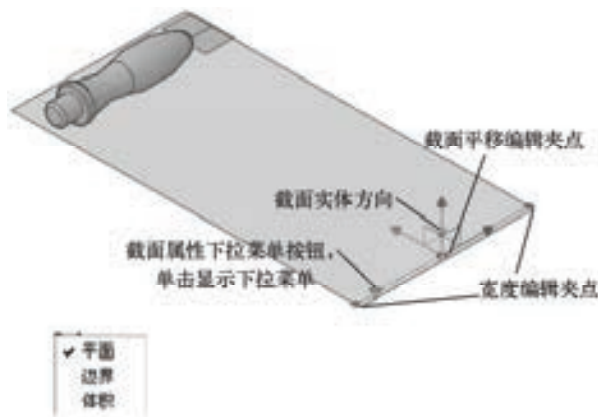
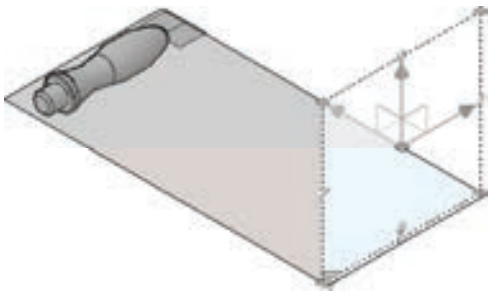
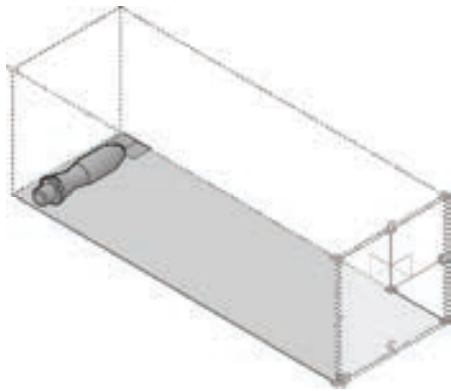

图 11-5 截面编辑夹点
图 11-6 截面边界
图 11-7 截面体积
单击活动截面平面，显示编辑夹点，如图 11-5 所示，其功能分别介绍如下。
- 截面属性下拉菜单按钮：单击该按钮，显示当前截面的属性，包括截面平面（见图 11-5）、截面边界（见图 11-6）和截面体积（见图 11-7）三种，分别显示截面平面相关操作的作用范围，调节相关夹点，可以调整范围。